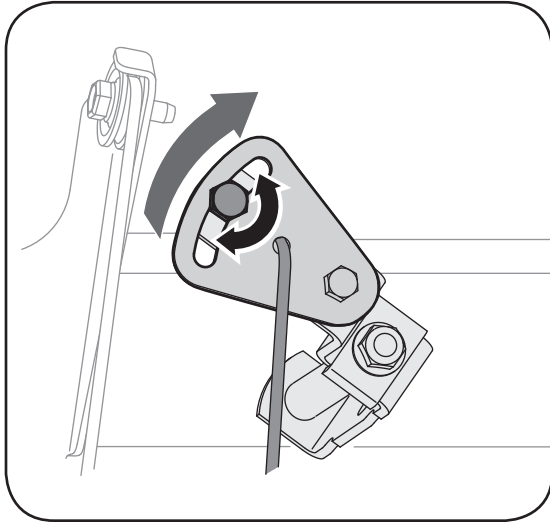

Figure 13
2. Desserrez l'écrou à six pans sur le support indexé du câble de changement de vitesses. Voir la Figure 13.